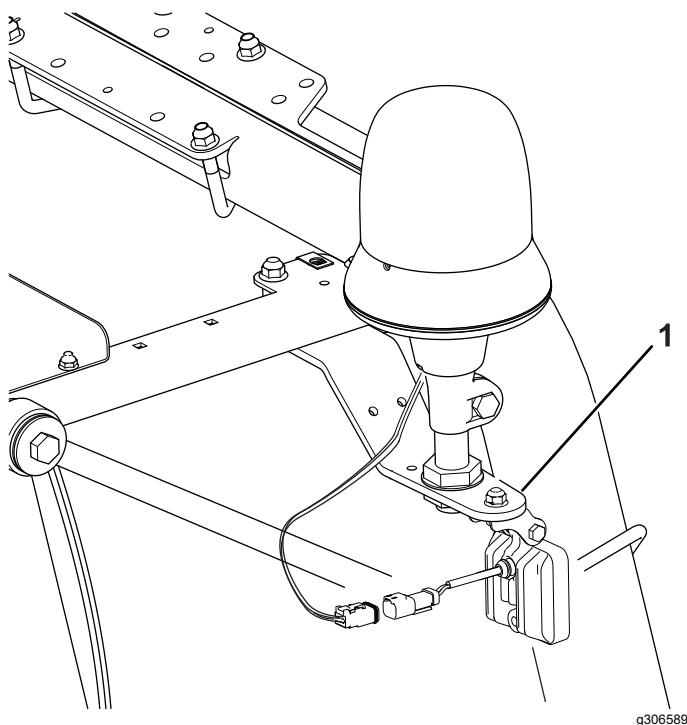

Рисунок 4
**Примечание:** Если на вашей машине установлен комплект фар рабочего освещения, используйте кронштейн фары вместо кронштейна маячка (Рисунок 4).